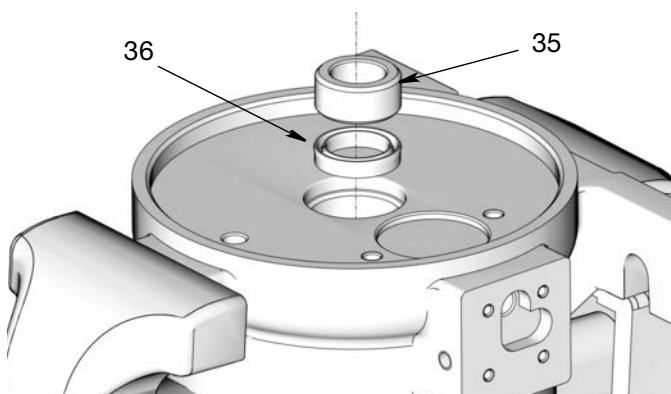

FIG. 28
1. Installare una guarnizione a U (36) con i labbri rivolti verso l'alto e la boccola (35) nel cilindro dell'aria (3) (FIG. 28).